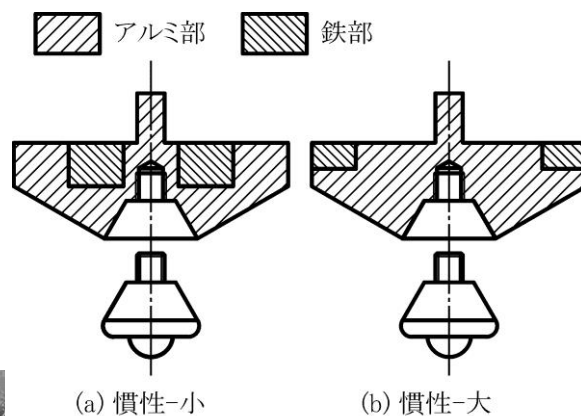

図3 独楽の断面図
- ・コマは図3に示すような構造で、先端を交換できる。ベースと接する先端部には軸受用球(5/16in)を用いた。コマ本体はアルミ製で、鉄製の錘部の設置位置によって慣性モーメントが異なる2種類($2.1 \times 10^{-5} \text{kgm}^2$, $3.1 \times 10^{-5} \text{kgm}^2$)を製作した。質量はどちらも同じ96gである。